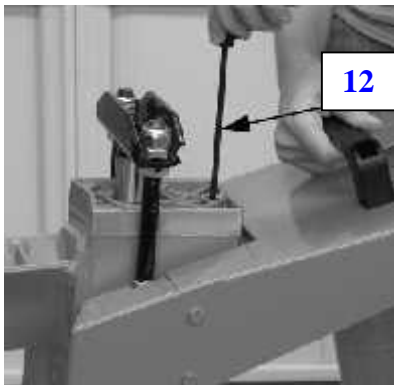

Fig.21
3. Dévissez la jauge d'huile (12 Fig.21).